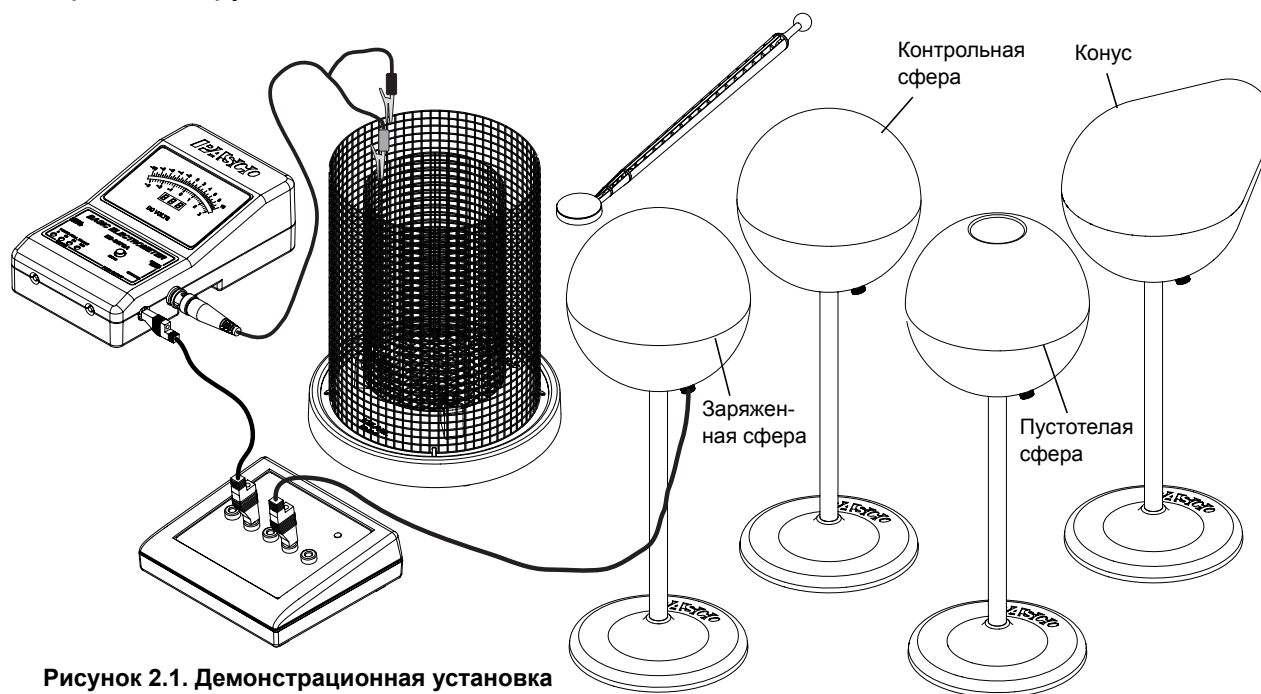

Рисунок 2.1. Демонстрационная установка
1. Перед началом опыта убедитесь, что клетка Фарадея правильно заземлена, то есть экран подсоединен к цепи заземления. Электромметр, подключенный к клетке, также должен быть заземлен (например, путем подсоединения к разъему СОМ источника электростатического напряжения). Соберите установку (см. рис. 2.1), подсоединив черный провод к верхней грани экрана, а красный провод – к верхней грани клетки.
5. Теперь поднесите сферу, заряженную от источника постоянного напряжения 2000 В, к заземленной сфере на расстояние примерно 1 см между поверхностями. Включите источник напряжения (ON), затем измерьте и запишите значения заряда в тех же точках, что на предыдущем шаге.